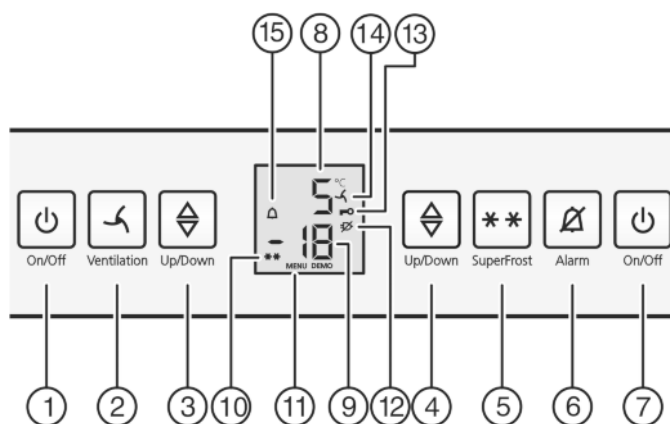

Fig. 2
- ▶ Premere il tasto On/Off del vano congelatore *Fig. 2 (7)*.
- ▶ Premere il tasto On/Off del vano frigorifero *Fig. 2 (1)*.
- ▶ Attivazione del modo regolazione: premere il tasto SuperFrost *Fig. 2 (5)* per ca. 5 sec.
- ▷ Sul display viene visualizzato il simbolo menu *Fig. 2 (11)*.
- ▶ Confermare brevemente con il tasto SuperFrost *Fig. 2 (5)*.
- ▷ Sul display si illumina il simbolo sicurezza bambini *Fig. 2 (13)*.
- ▶ premere brevemente il tasto On/Off del vano congelatore *Fig. 2 (7)*.
- ▷ Il simbolo sicurezza bambini *Fig. 2 (13)* si spegne.
- ▶ Premere il tasto Allarme *Fig. 2 (6)*.
Contemporaneamente lampeggiano il display della temperatura e il simbolo Allarme *Fig. 2 (15)*.
L'allarme acustico si disattiva automaticamente e il simbolo Allarme *Fig. 2 (15)* si spegne e il display della temperatura cessa di lampeggiare, quando la temperatura è di nuovo sufficientemente fredda.